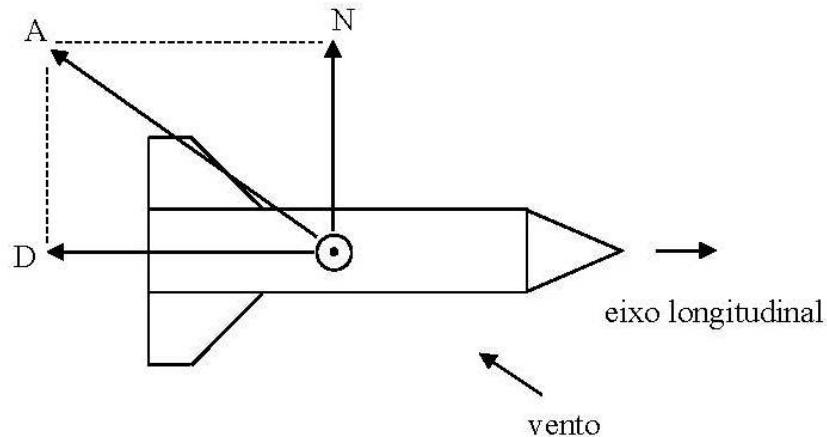

Figura 3.3. Força aerodinâmica (A) e suas componentes: força normal (N) e força de arrasto (D).
Definição: o centro de pressão é o ponto no qual, de forma simplificada, se concentra a força aerodinâmica (A) sobre um objeto como mostrado na Figura 3.3.